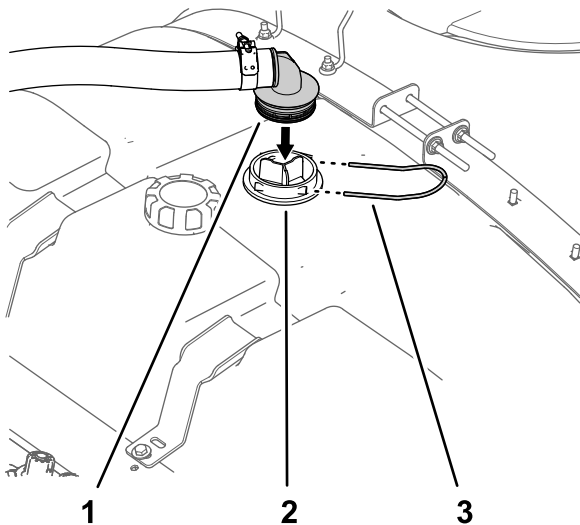

Bild 15
1. Fluchten Sie das gezahnte 90°-Anschlussstück des Zulaufschlauchs mit dem Gehäuse des Saugsiebs aus (Bild 15).
2. Befestigen Sie das gezahnte 90°-Anschlussstück mit der Haltegabel, die Sie in Schritt 4 in Vorbereiten des Sprühbehälters \(Seite 7\) entfernt haben, am Gehäuse (Bild 15).